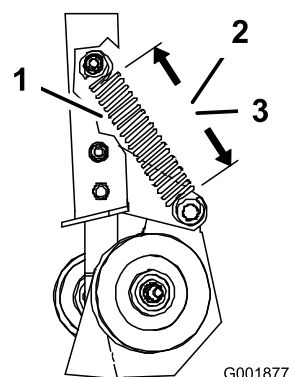
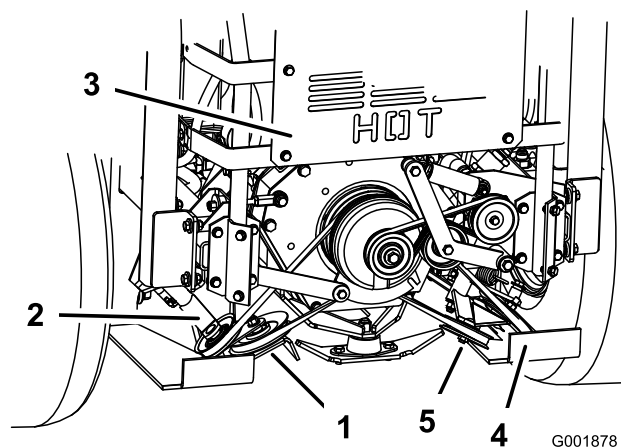

Figura 63
Figura 64
3. Misurate la lunghezza della molla. Verificate che le misure delle spire della molla sulla puleggia tendicinghia a molla corrispondano alle seguenti (Figura 63 e Figura 64).
- Misura della molla, sinistra: $14,6 \pm 0,3$ cm (Figura 63).
- Misura della molla, destra: $14,0 \pm 0,3$ cm (Figura 63).
4. Se le misure della molla non sono esatte, allentate il dado di fissaggio della puleggia tendicinghia regolabile in modo da poterla spostare verticalmente nella fessura (Figura 64).
5. Rilasciate la pressione della puleggia tendicinghia a molla (Figura 64).
6. Abbassate la puleggia regolabile nella fessura e serrate il dado (Figura 64).
7. Verificate che le misure delle spire della molla sulla puleggia tendicinghia a molla siano esatte (Figura 63).